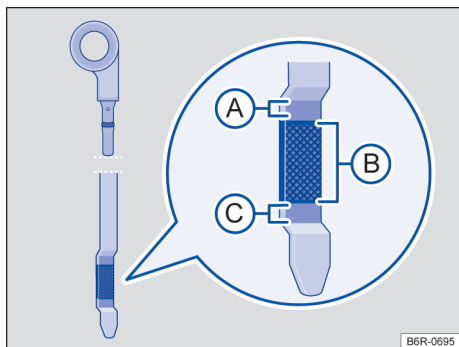
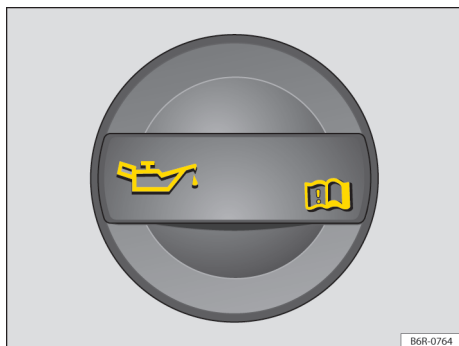

Fig. 129 Vareta de medição do óleo com marcas de nível do óleo do motor.
Fig. 130 No compartimento do motor: tampa da abertura para enchimento de óleo do motor.
4. Identificar a abertura para enchimento de óleo do motor e a vareta de medição do óleo. A abertura para enchimento do óleo do motor é identificada pelo símbolo 🛢 na tampa → Fig. 130 e pela vareta de medição do óleo com a alça colorida. Se não estiver claro onde a tampa e a vareta de medição do óleo se encontram, procurar uma Concessionária Volkswagen ou uma empresa especializada.
5. Retirar a vareta de medição do óleo do tubo-guia e limpar com um pano limpo → ①.
7. Retirar novamente a vareta de medição do óleo e ler o nível no óleo do motor na vareta de medição → Fig. 129 da seguinte maneira:
- ①: **não** completar o óleo → ①. Continuar com a etapa 15.
- ②: nível do óleo correto. O óleo pode ser completado (aproximadamente 0,5 l). Continuar com a etapa 8 ou 15.
- ③: Completar **obrigatoriamente** com óleo recomendado mantendo o nível dentro da região ②. Continuar com a etapa 8.
9. Desrosquear a tampa do bocal de enchimento de óleo do motor → Fig. 130.
12. Verificar novamente o nível do óleo do motor na vareta de medição do óleo antes de reabastecer mais uma pequena quantidade de óleo do motor. Nunca reabastecer com óleo do motor em excesso → ①.
13. No final do processo de abastecimento do óleo, o nível do óleo do motor deve estar, ao menos, no meio da área → Fig. 129 ②, mas jamais acima da área ③ → ①.
① NOTA
- Não ligar o motor se o nível do óleo do motor estiver acima da área → Fig. 129 ③. Procurar auxílio técnico especializado. Caso contrário, o catalisador e o motor podem ser danificados!
O nível do óleo do motor não deve em nenhuma hipótese ultrapassar a área → Fig. 129 ③. Com o nível acima dessa área, o óleo pode ser aspirado pela ventilação do cárter, sendo lançado na atmosfera pelo sistema de escape. Além disso, o óleo pode ser queimado dentro do catalisador, danificando-o.
Em caso de alta demanda do motor, o nível do óleo do motor deve estar o mais próximo possível da área → Fig. 129 ③ – sem ultrapassar, como, por exemplo, em longas conduções em estrada durante o verão ou durante travessias de montanhas. ◀